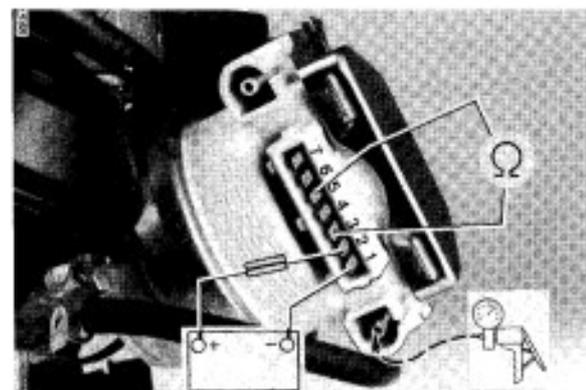

Bild 16
b. Schleiferwiderstand im Stellbereich (Bild 16)